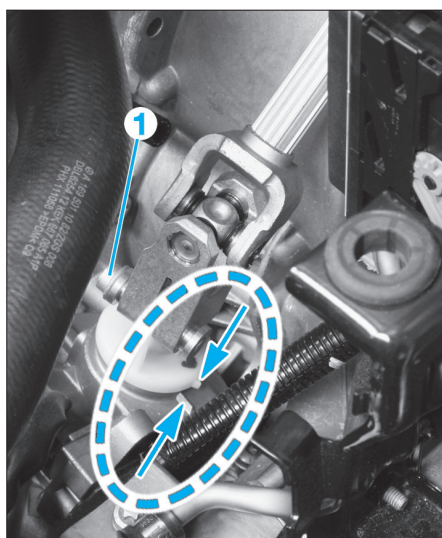

FIG. 13
- Vérifier la position médiane du boîtier de direction : le repère de l'arbre de colonne de direction doit coïncider avec celui du boîtier de direction (Fig.13).